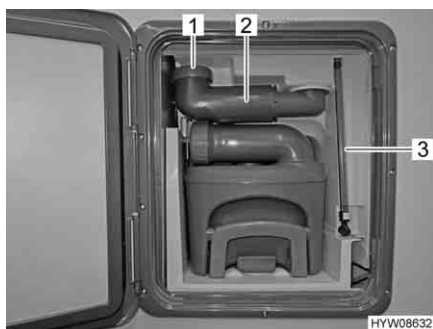

Fig. 93 Sportello esterno per toilette
- Controllare il livello dell'acqua nel tubo di riflusso (Fig. 93,3). Il livello dell'acqua nel tubo di riflusso corrisponde al livello dell'acqua nella cassetta dell'acqua di risciacquo.
- Ruotare verso l'esterno il bocchettone di riempimento (Fig. 93,2).
- Svitare il coperchio (Fig. 93,1).
- Sganciare il tubo di riflusso (Fig. 93,3) e ruotarlo verso il basso.